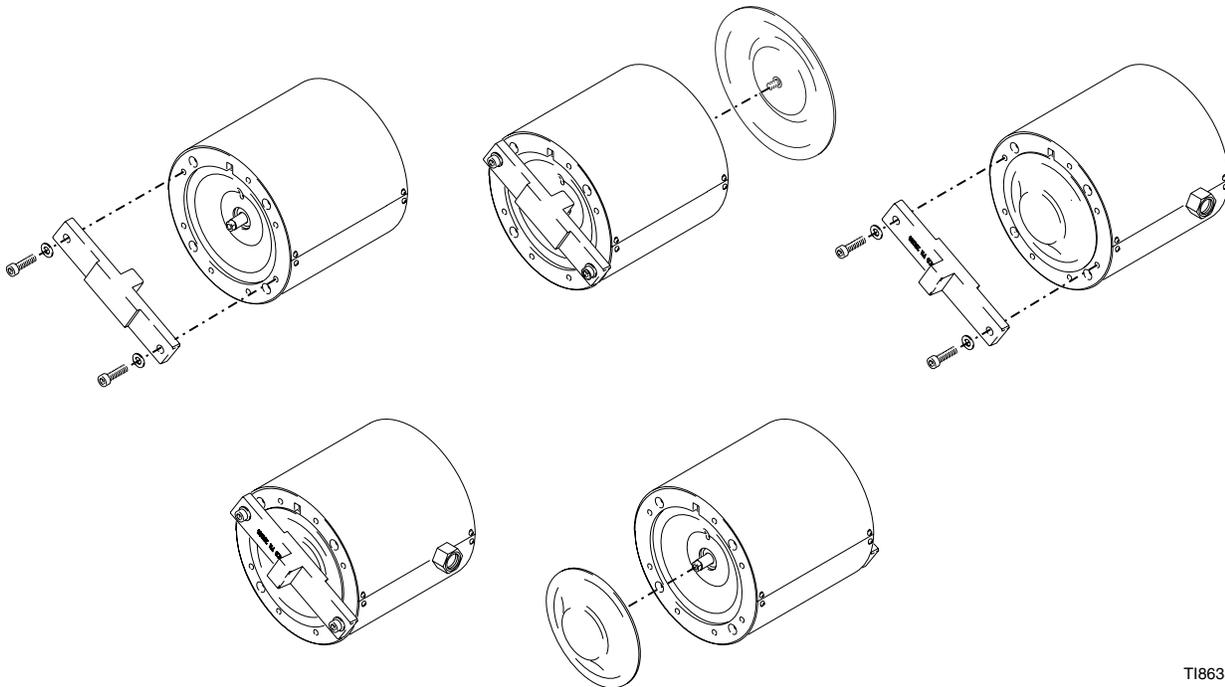

FIG. 6. Sostituire le membrane
2. Rimuovere le viti (31) da un coperchio del fluido (1). Estrarre il gruppo del coperchio, separandolo dai tubi del fluido (12). Vedere FIG. 6.
3. Rimuovere i tubi del fluido (12) dall'altro gruppo del coperchio.
4. Rimuovere le viti (31) e il coperchio del fluido rimanente (1).
5. Montare la membrana (14) utilizzando lo strumento per la riparazione della membrana per forzare l'albero fino in fondo su un lato. Premere il piccolo mozzo largo sullo strumento direttamente sulla membrana. Il codice sullo strumento deve essere rivolto dalla parte opposta della pompa. Vedere FIG. 6.
6. Svitare la membrana opposta (14) dall'albero ruotando a mano in senso antiorario.
7. Premere l'albero nel senso opposto installando lo strumento per la riparazione della membrana sul lato opposto della pompa. Premere il mozzo alto sullo strumento direttamente sull'albero della pompa. Il codice sullo strumento deve essere rivolto verso la pompa. Vedere FIG. 6.
8. Svitare la membrana restante (14) dall'albero ruotandola manualmente in senso antiorario.
1. Mentre lo strumento per la riparazione della membrana supporta un lato dell'albero, avvitare la nuova membrana (14*) sull'albero a mano. Vedere FIG. 6.
3. Rimuovere gli anelli di tenuta (13) dai tubi del fluido (12) e sostituire con i nuovi anelli di tenuta (13*) dal kit.
4. Installare il gruppo del coperchio a cui sono collegati gli alloggiamenti del tubo (4). La freccia deve puntare verso la parte superiore della pompa e l'ingresso aria (40) deve trovarsi alla destra del coperchio (1). Serrare le viti (31) a 27 N•m.
5. Lubrificare gli anelli di tenuta (13*) e le estremità dei tubi del fluido (12) negli alloggiamenti dei tubi (4) in modo che siano posizionati saldamente.
6. Installare il gruppo del coperchio a cui sono collegati gli ingressi del fluido (3) e gli alloggiamenti dell'uscita (2). La freccia deve essere rivolta verso la parte superiore della pompa. Alloggiare il coperchio saldamente sui tubi del fluido (12). Serrare le viti (31) a croce e uniformemente fino a 20 N•m.